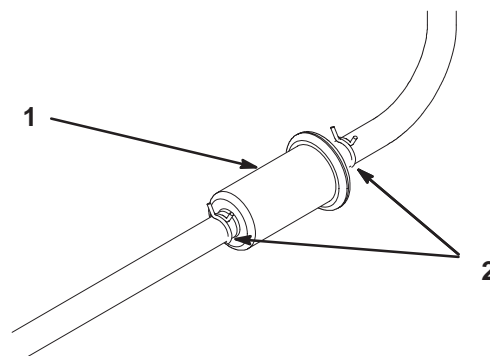

Figure 46
4. Pincez les extrémités des colliers et faites glisser ceux-ci pour les éloigner du filtre (Fig. 46).